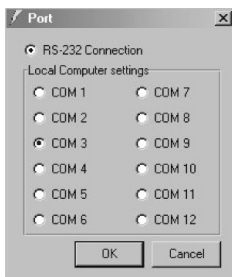

Рис. 11. Окно выбора порта в управляющей программе: выбор виртуального порта
5. В программе, используемой для управления коммутатором, выберите для связи с ним тот COM-порт, который был назначен в программе «Virtual Serial Port Manager» (рис. 11).